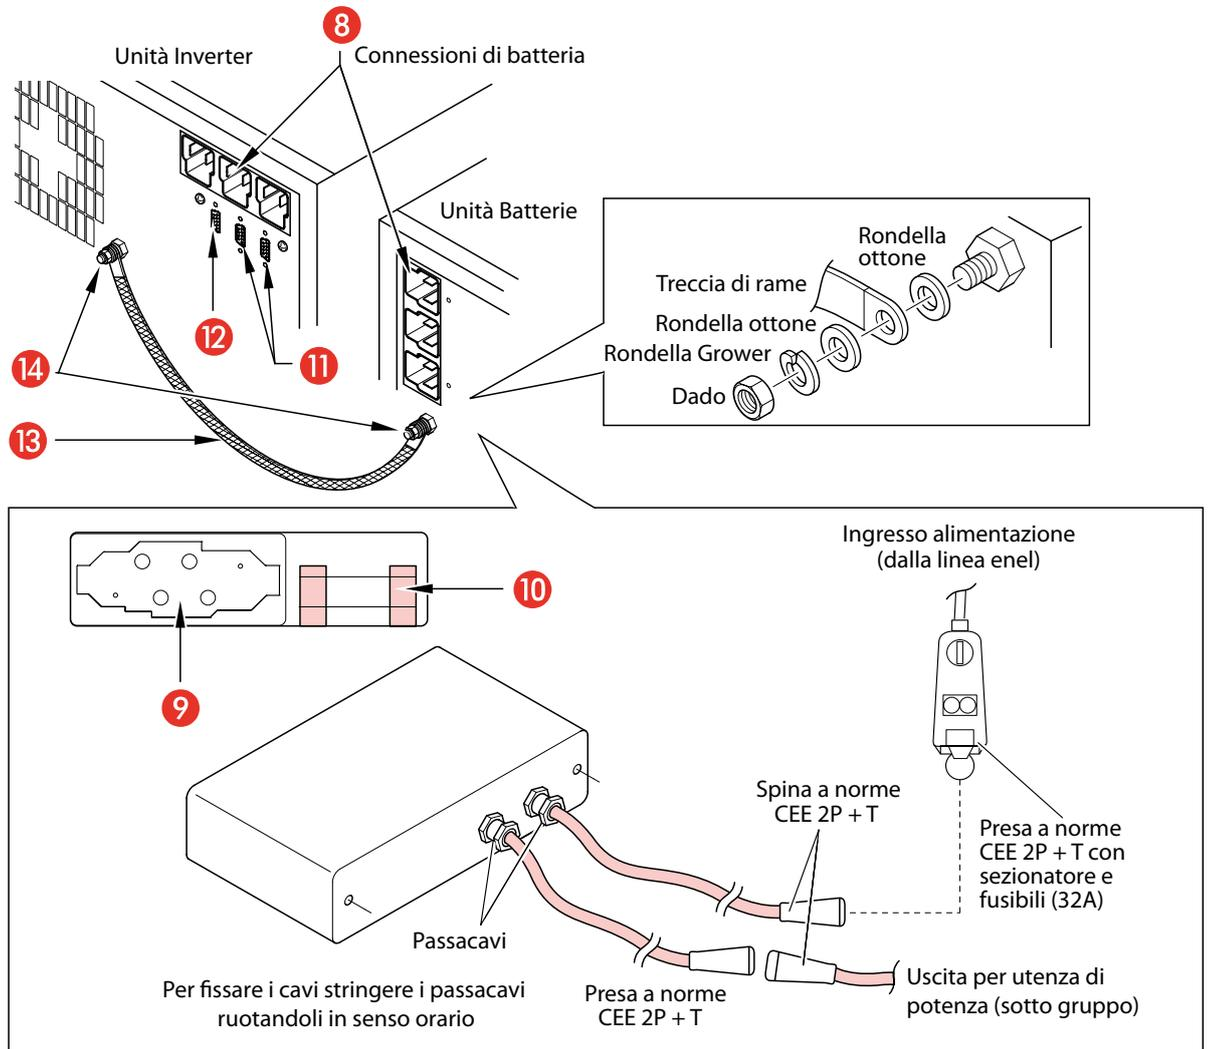

Fig. 6.
Doppio Cabinet (fig. 6):
2. Effettuare il collegamento di terra tra le due unità tramite la treccia di rame in dotazione, come mostrato in fig. 6.
7. Inserire il connettore di Ingresso-Uscita nella spina [9] presente sul retro dell'UPS, fissandolo al telaio con le apposite viti (vedi fig. 6).